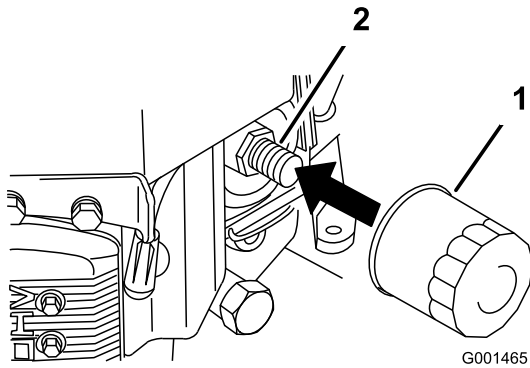

Figura 37
2. Retire el filtro de aceite usado (Figura 37).
3. Aplique una capa fina de aceite nuevo a la junta de goma del filtro nuevo (Figura 37).
4. Instale el filtro de repuesto en el adaptador de filtro; gire el filtro en el sentido de las agujas del reloj hasta que la junta de goma entre en contacto con el adaptador del filtro, luego apriete el filtro tres cuartos de vuelta más (Figura 37).